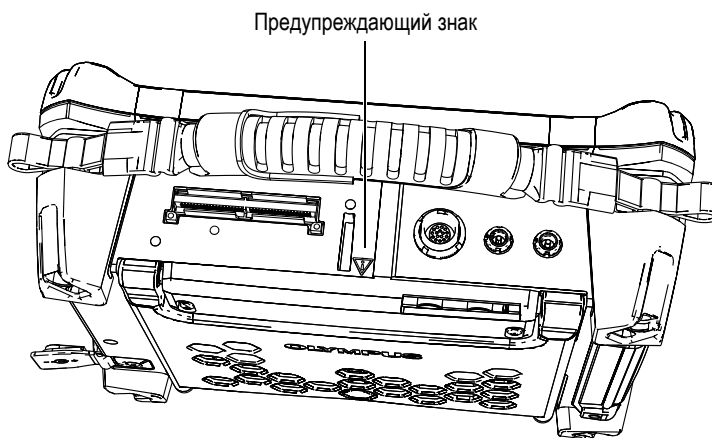

Рис. i-3 Предупреждающий знак на верхней панели OmniScan SX
- Во избежание поражения электрическим током не прикасайтесь к внутренним проводникам разъемов. На внутреннем контакте УЗ-разъемов (UT) может присутствовать напряжение до 340 В, а на разъеме ФР (РА) – до 115 В. Предупреждающий знак рядом с разъемами РА и UT указывает на риск поражения электрическим током (см. Рис. i-3 на стр. 5).